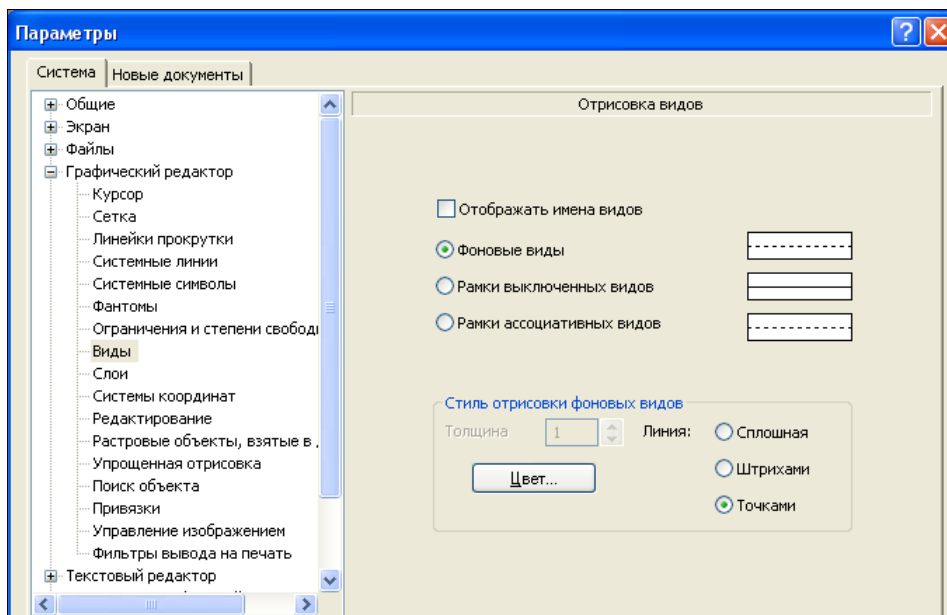

Рис. 15.12. Диалоговое окно **Параметры** с открытой панелью **Отрисовка видов**
- ◆ щелкните ЛК мыши по пункту **Виды**. В правой части появилась панель **Отрисовка видов** (рис. 15.12). Для изменения параметров отрисовки видов: